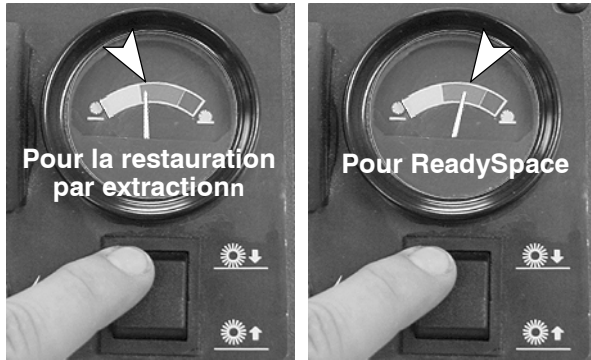

FIG. 9
- Réglez l'appareil de mesure de la pression des brosses. Pour obtenir d'excellents résultats de nettoyage, réglez l'appareil de mesure de la pression des brosses dans la zone verte comme illustré (Figure 9).